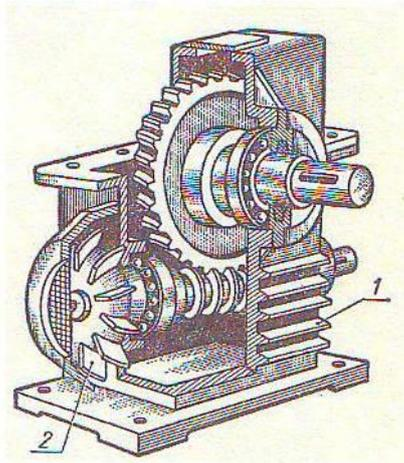

Рис.1.
- обдувом корпуса воздухом с помощью вентилятора, насаженного на вал червячка (рис.1), в этом случае увеличивается  $K_T$ .